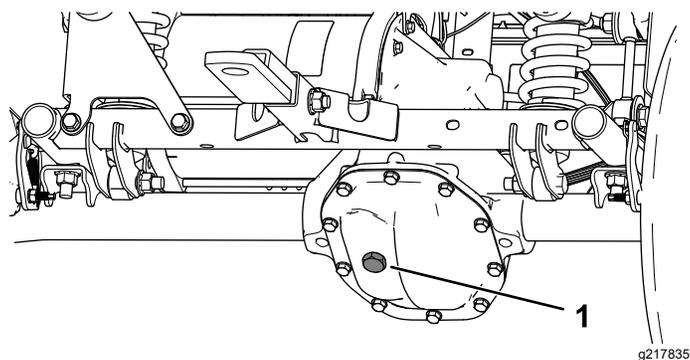

图 51
4. 卸下驱动桥上的加注塞图 51。
5. 如果液位过低应卸下加注塞添加指定液体直至其溢出加注孔图 51。
4. 取下驱动桥上的加注塞并向驱动桥加注指定液体直至溢出加注孔图 51。